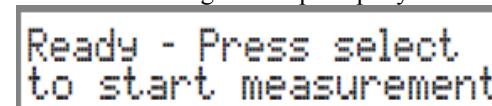

Рисунок 56
7. Нажмите кнопку SELECT, и индикация "Volume Calibration measuring". Смотрите рисунок 56.